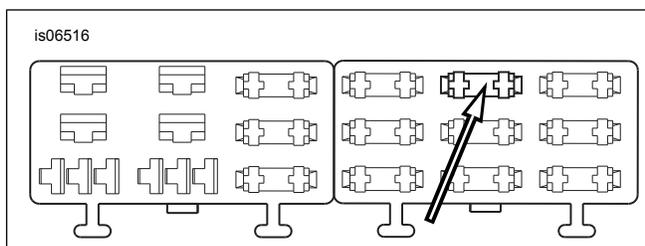

Figure 26. Cavité de bloc fusibles « P&A IGN » (Softail 2004 à 2010)
- Voir Figure 26. Repérer la cavité de fusible marquée « P&A IGN » sur le couvercle de bloc fusibles dans le bloc fusibles de droite. Insérer la borne sur le fil adaptateur orange/blanc jusqu'au fond. Examiner une autre borne posée à l'usine pour effectuer une comparaison et s'assurer de l'orientation et la profondeur correctes.